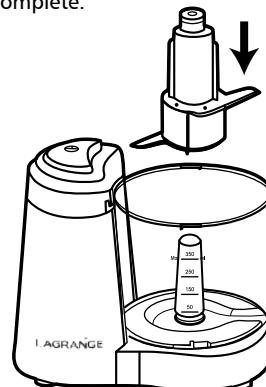

Figure 2
- \* Installez l'unité de coupe dans le bol pour aliments (Fig. 2). Placez l'unité de coupe sur l'axe d'entraînement en saisissant l'extrémité supérieure en plastique de l'unité de coupe jusqu'à son insertion complète.